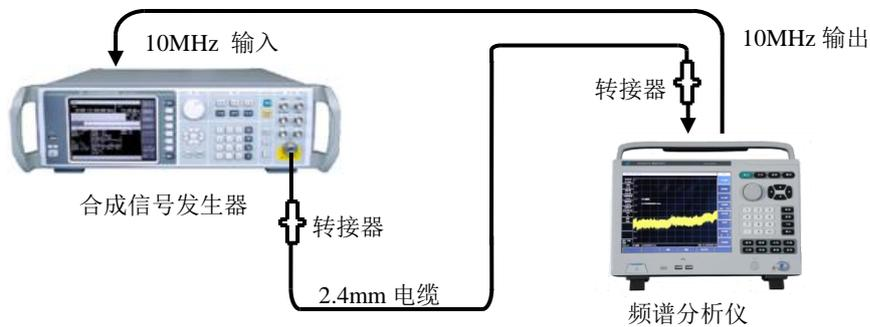

图 11-6 分辨率带宽转换不确定度测试设置
- 1) 如图 11-6 连接测试设备。频谱分析仪为合成信号发生器 AV1464C 提供频率参考。